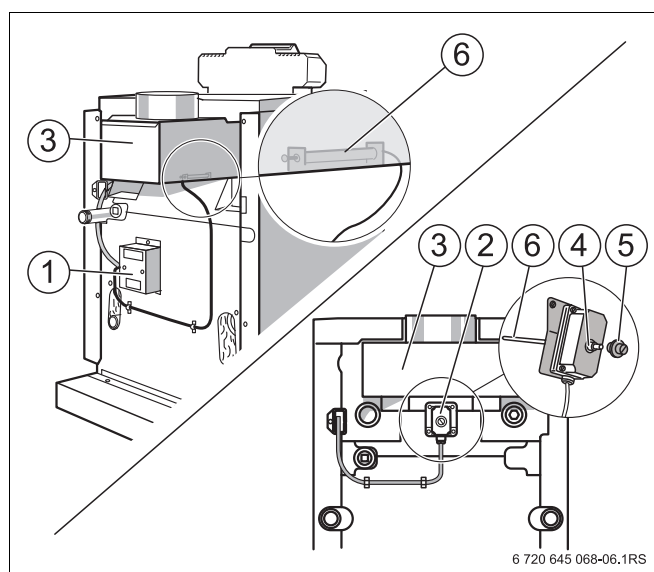

Рис. 6 Системы контроля дымовых газов
- Если имеется теплотребность, система контроля дымовых газов AW 50 (Рис. 6, **поз. 1**) через несколько минут вновь автоматически запускает горелку.
- На системе контроля дымовых газов AW 10 (Рис. 6, **поз. 2**) примерно через две минуты снимите защитный колпачок (Рис. 6, **поз. 5**) и нажмите разблокировочный штифт (Рис. 6, **поз. 4**).